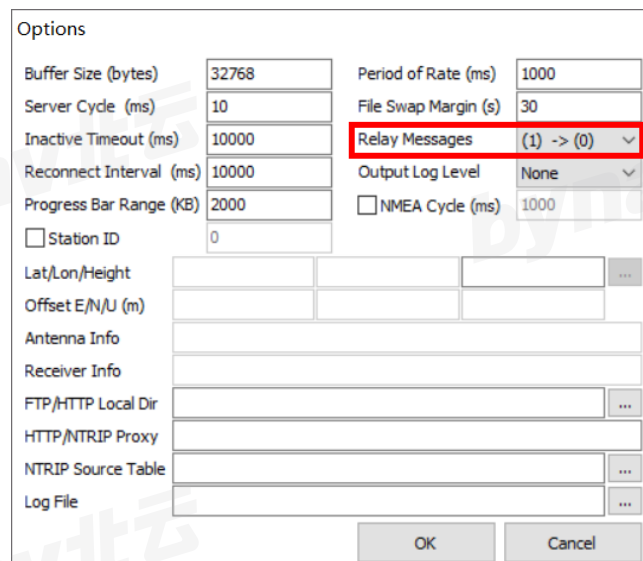

图 7-5 Options
- 弹出“Options”对话框,各框填写、选择或勾选的内容与图 7-5 一致,然后点击“OK”按钮,完成本步骤操作。